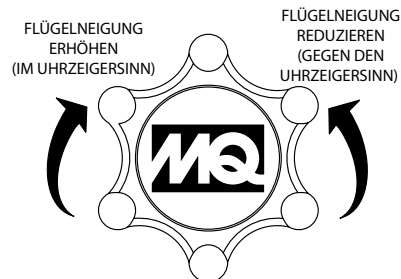

Abbildung 10. Flügelneigung-Sternrad (Standard-Griff)
1. Bei Modellen mit **Standard-Griff**: Ziehen Sie das Flügelneigungskabel bis zum Anschlag heraus, indem Sie das Sternrad (Abbildung 10) gegen den Uhrzeigersinn für eine flache Neigung (Flügel vollständig flach) drehen.